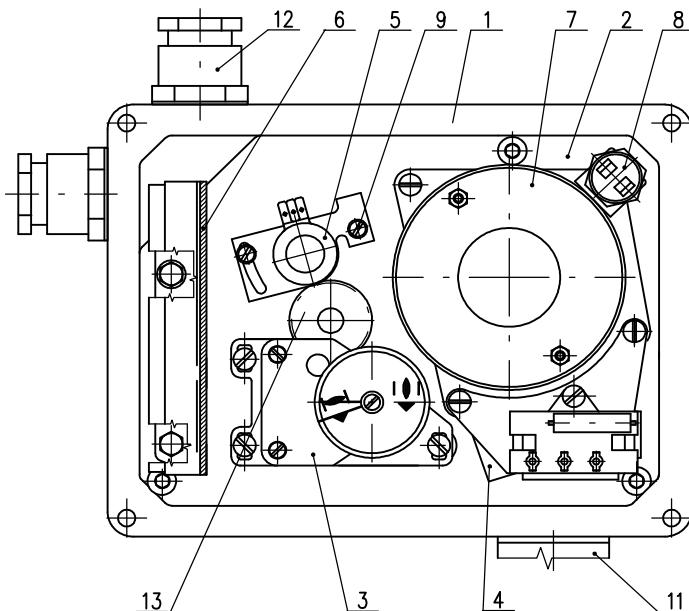

Рис. 4
Эта глава описывает установку ЭП на высокоспециальные параметры в случае, если произошла перестановка некоторого элемента ЭП. Размещение устанавливающих элементов пульта управления изображено на рис.4.
4.2 Установка узла положения и сигнализирования (рис.4)